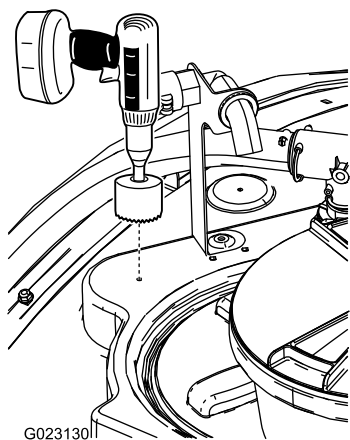

Figura 15
1. Localice la posición delantera en la parte superior del depósito según se muestra en Figura 15.
- Utilice una broca de corona de 9 cm para perforar un taladro en el punto marcado (Figura 15).